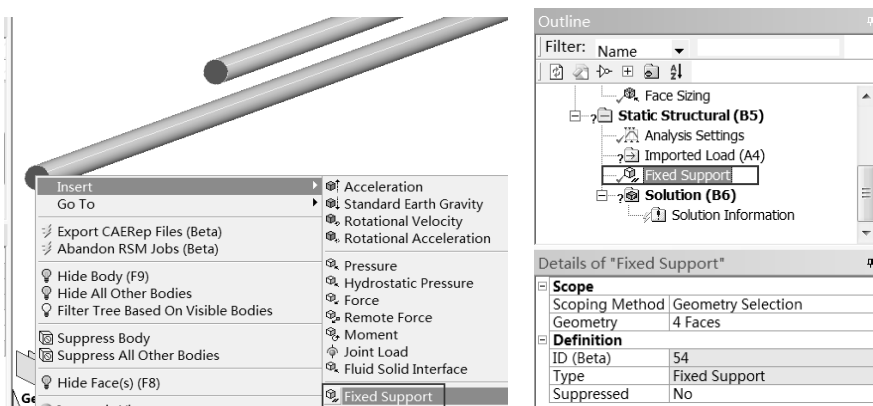

图 19-48 边界条件
Step1: 添加边界条件。选中如图 19-48 所示四根导线的四个端面，并右击，从弹出的快捷菜单中选择 **Insert Fixed Support** 命令，同样在另一端也添加同样的边界条件，请读者自己完成。